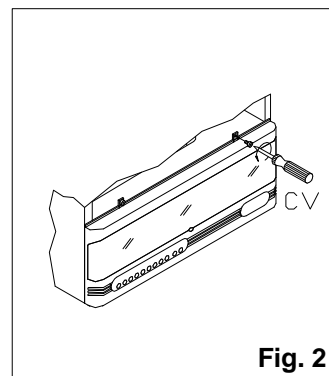

Fig. 2
- Conectar los cables del termostato (fig.2): uno en el borne TA y el otro en el cercano ya ocupado por el puente PT colocado anteriormente.